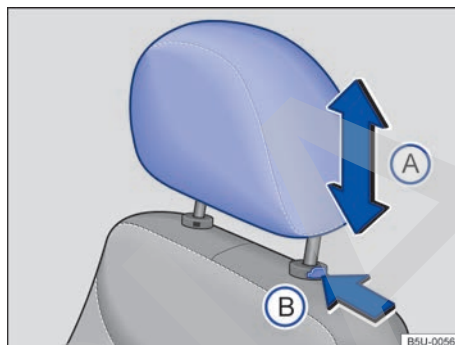

Fig. 35 Ajuste el apoyacabezas delantero.
- Empuje el apoyacabezas hacia arriba o hacia abajo en el sentido de la flecha → fig. 35 (A) → ⚠.